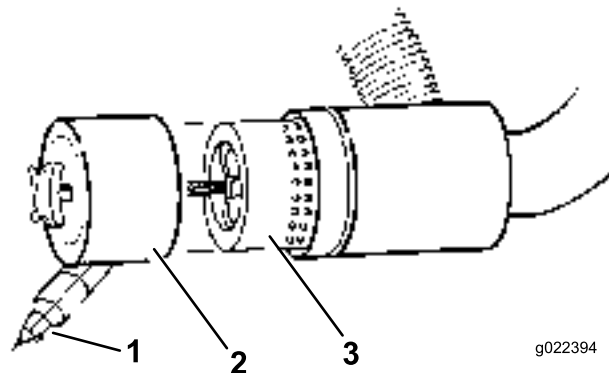

Bild 51
3. Nehmen Sie den Filter heraus und wechseln Sie ihn aus (Bild 51).